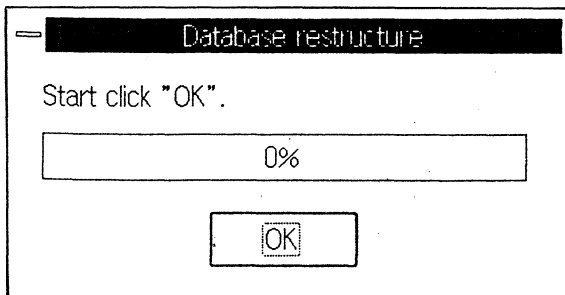

図10.2
- ②プログラムが立ち上がると図10.2のような表示が出ます。